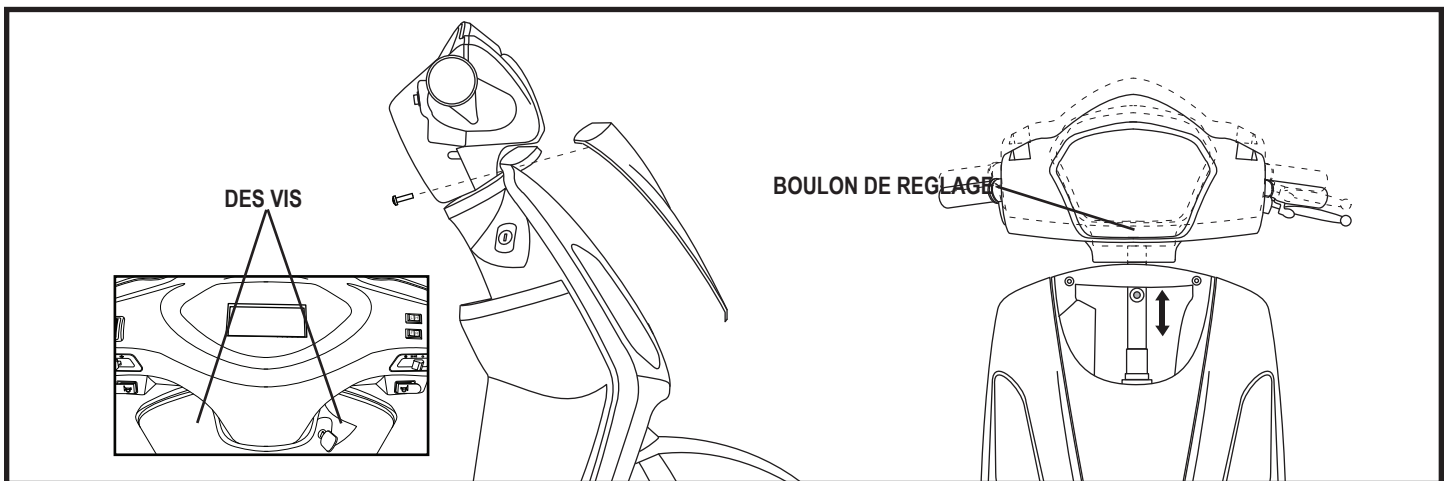

Figure 15. Réglages de la hauteur du guidon
1. Retirez les deux vis situées sur le guidon. **Voir la figure 15.**
Voir la figure 15.